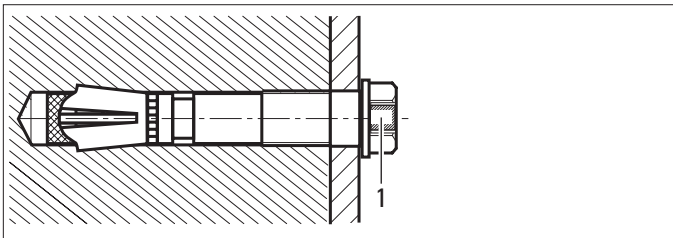

Bild 2
- ⇒ Konsultieren Sie die HILTI-Vertretung, wenn die grüne Plombe (1) des Schwerlastankers beschädigt ist (Bild 2).